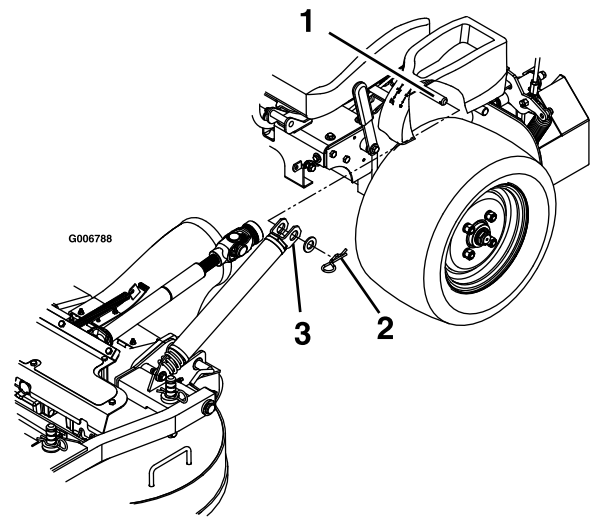

Figure 78
4. Retirez les goupilles fendues et les rondelles sur le haut du ressort d'aide au levage du plateau de coupe de chaque côté de la machine (Figure 78).
10. Placez des ressorts sur les goupilles d'ancrage sur les consoles gauche et droite, et fixez-les avec une rondelle et une goupille fendue (Figure 78).